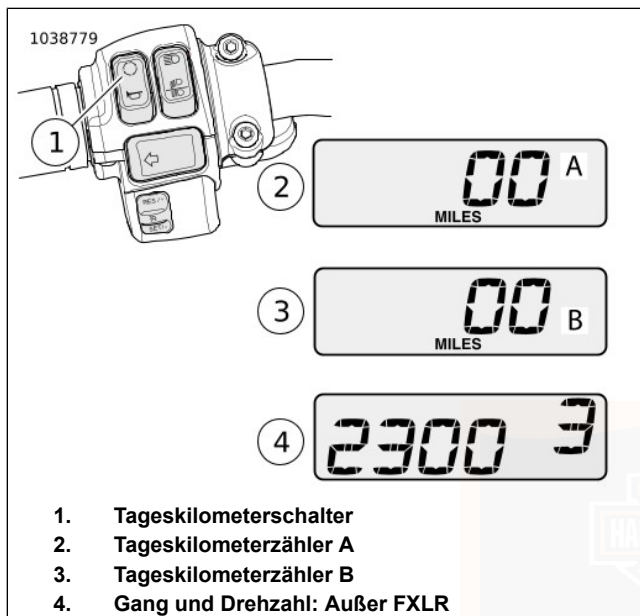

Abbildung 22. Tageskilometerzähler, Drehzahlmesser und Ganganzeige
Siehe Abbildung 22. Um den Kilometerstand des Tageskilometerzählers anzuzeigen oder zurückzustellen, muss der Motorbetriebsschalter in der Stellung RUN (Betrieb) sein. Den Tageskilometerschalter (1) so oft betätigen, bis die gewünschte gespeicherte Tageskilometerzahl – Speicherplatz A (2) oder B (3) – erscheint. Ein A oder B rechts im Anzeigefenster kennzeichnet den Tageskilometerzähler.
Siehe Abbildung 22. Durch mehrmaliges Drücken des Tageskilometerschalters kann die Anzeige des Kilometerzählers geändert werden. Der Drehzahlmesser zeigt die Motordrehzahl in Umdrehungen pro Minute (U/min) an.